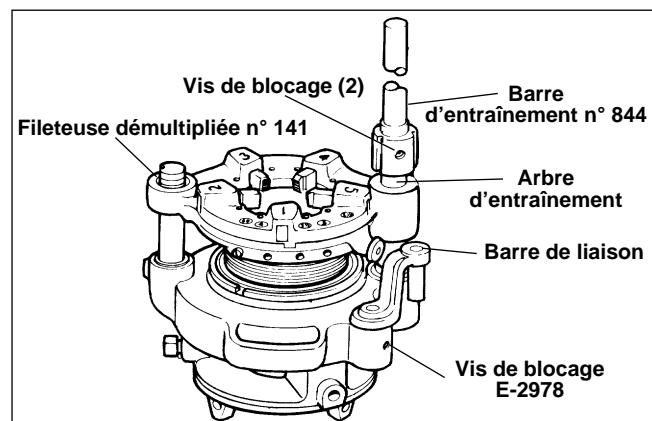

Figure 16 – Barre d'entraînement n° 844 et barre de liaison installées
5. Installez la barre d'entraînement N° 844 (*Figure 16*) sur l'arbre d'entraînement de la filière démultipliée N° 141 et serrez les deux (2) vis à l'aide d'une clé à douille de $\frac{5}{16}$ po.